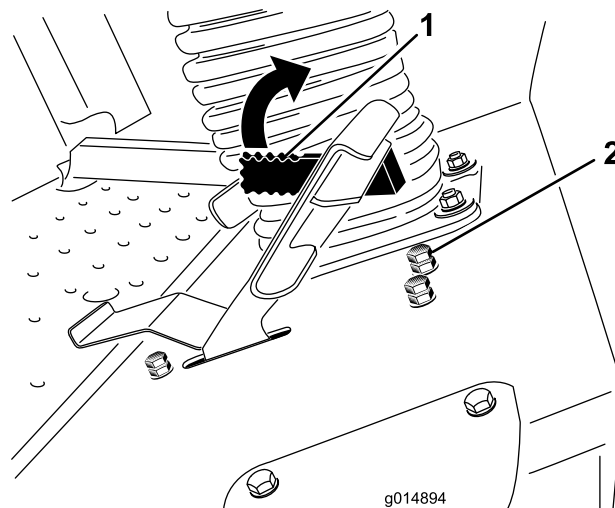

Рисунок 41
Рычаг ограничителя скорости скашивания (Рисунок 41) можно передвинуть вперед для ограничения скорости движения во время работы.
3. Ослабьте зажимную гайку на упорном болте ограничителя скорости скашивания (Рисунок 41).